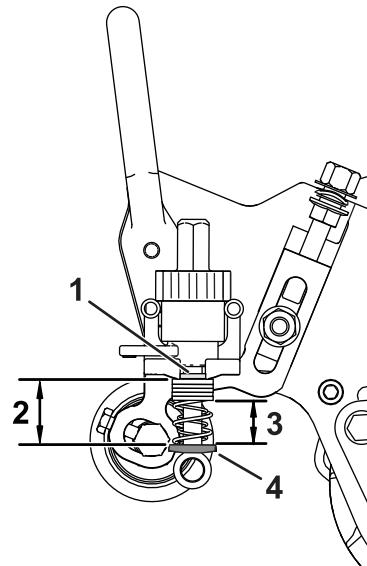

Figura 16
4. Misurate la distanza tra le rondelle (l'attuale lunghezza delle molle) come illustrato nella Figura 16.